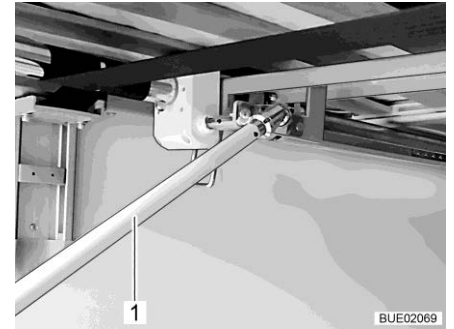

Fig. 137 Manivelle dans le garage arrière
- Pour relever le lit : tourner la manivelle (Fig. 137,1) dans le sens des aiguilles d'une montre.
Pour abaisser le lit : tourner la manivelle (Fig. 137,1) dans le sens inverse des aiguilles d'une montre.